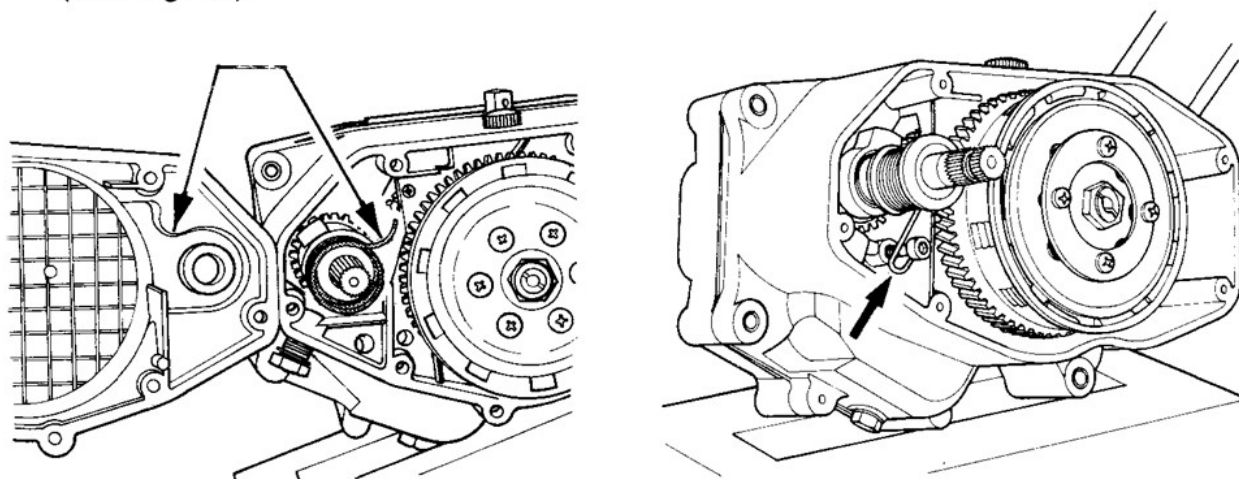

FIG. 50 Montaggio gruppo avviamento
- 18) **MONTARE** il gruppo avviamento curando d'innestare l'ancoraggio della molla nella relativa vite o sul mozzo del coperchio a secondo del tipo di avviamento (vedi fig. 50).